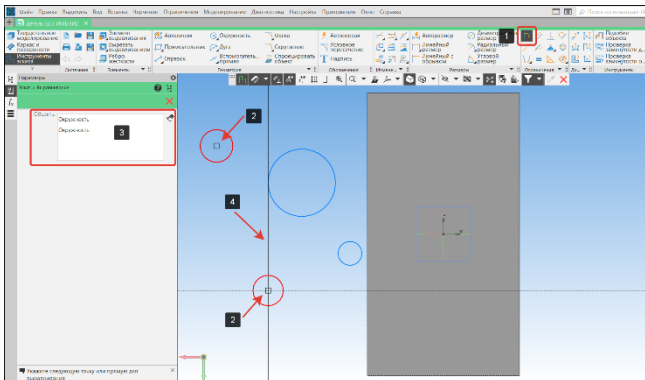

Рисунок 55 – Выравнивание по вертикали
- В панели ограничения выберем команду Выравнивание (1) (Рисунок 55);
- Укажем центра окружностей (2), список объектов выравнивания отображается в окне Объекты (3) (Рисунок 55);
- Укажем прямую (4) на которой должны лежать центра окружностей (2). После этого окружности выстроятся на одной линии, в нашем случае по вертикали (Рисунок 55);